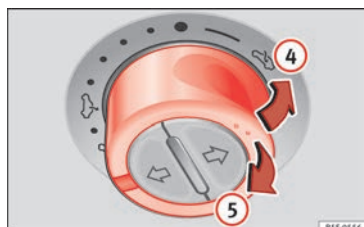

Fig. 12 En el revestimiento interior del techo: pulse el conmutador y tire de él para levantar y bajar el techo.
- Levantar: pulse el conmutador hacia la posición » **fig. 12** (4). Para una posición intermedia, mantenga el conmutador accionado hasta alcanzar la posición deseada.
- Bajar: tire el conmutador hacia la posición » **fig. 12** (5). Para una posición intermedia, mantenga el conmutador accionado hasta alcanzar la posición deseada.